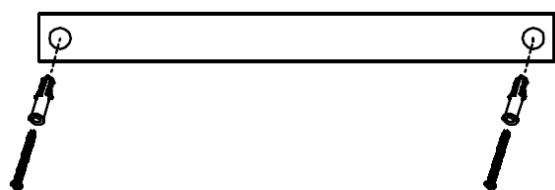

Рис.2
- Используя размерный лист, отметьте на стене, а затем просверлите два верхних отверстия, вставьте в них дюбеля и заверните шурупы с зазором от стены 1,5-2 мм. (Рис.2).